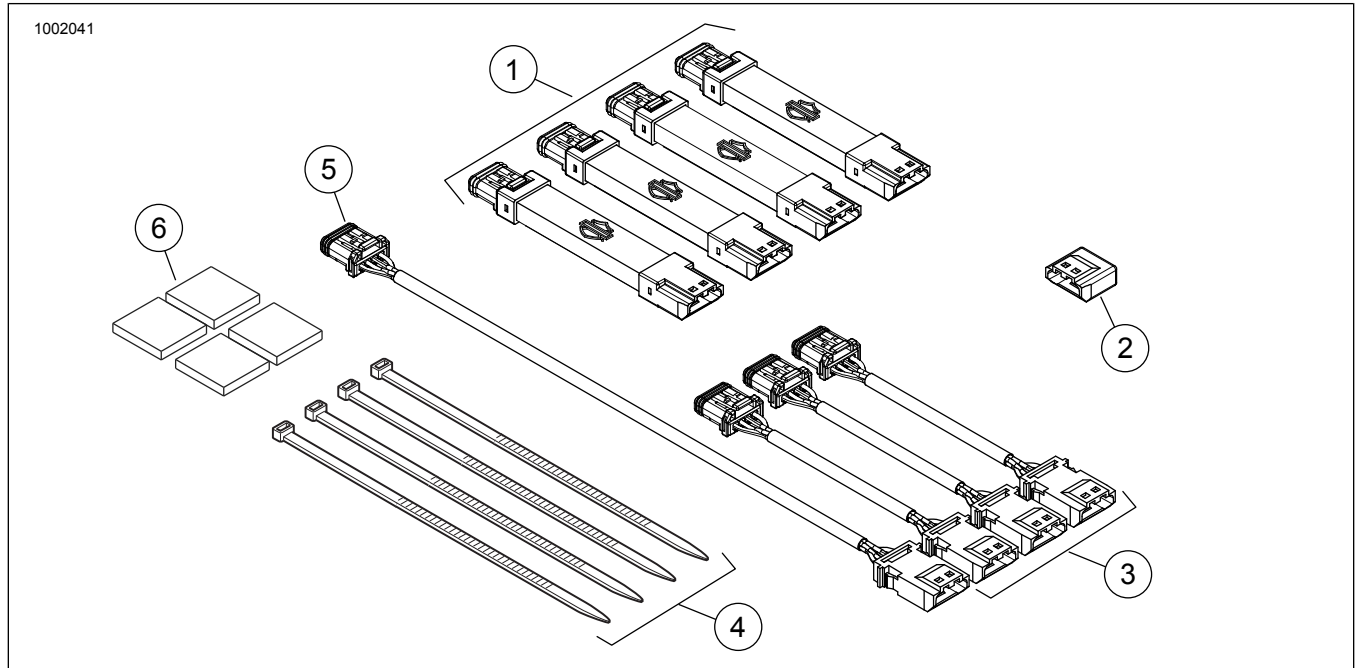

Abbildung 2. Ersatzteile, Spectra-Glo-Lichtsockelsätze
Abbildung 2 und Tabelle 1.
2. Abbildung 2 Lichtsockel (1) und Kabelbäume (3 und 5) in gewünschter Konfiguration einbauen.